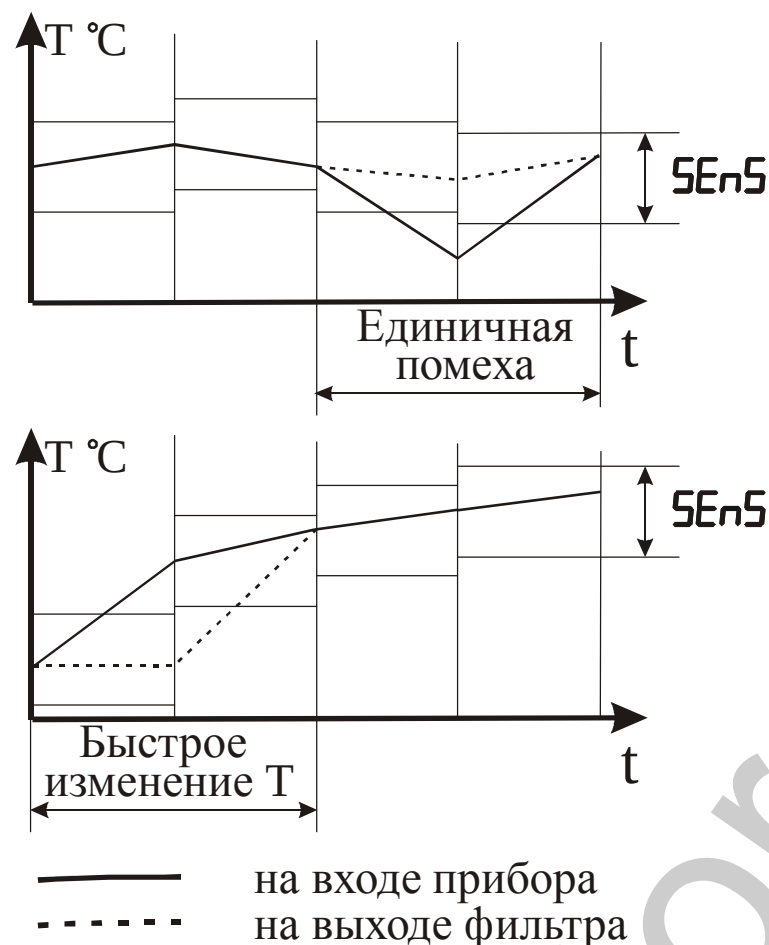

Рисунок 3.8 – Работа фильтра при воздействии случай-ной помехи и быстром изменении сигнала
3.3.2.7 С целью уменьшения влияния случай-ных импульсных помех на показания в прибор введена цифровая фильтрация. Работа фильтра описывается параметром “Полоса фильтра”. Если текущее значение температуры отличается от результатов предыдущего измерения на значение, которое превышает указанное в параметре “Полоса фильтра”, то проводится повторное измерение температуры, а на индикаторе остается старое значение (см. рисунок 3.8).